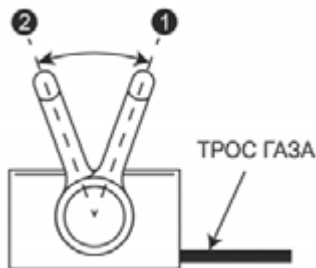

Рис. 13. Положения рычага газа
2. Переведите рычаг газа на 1/3 хода от положения 2 (холостые обороты) в сторону положения 1 (максимальные обороты) (Рис. 13).
6. Прогрейте двигатель. Прогрев двигателя занимает около минуты. После прогрева двигателя переведите рычаг газа в положение 1 максимальных оборотов (Рис. 13) и начните кошение.
2. Рычагом газа переведите двигатель в режим холостого хода (переведите рычаг газа в положение 2 (холостых оборотов) (Рис. 13)
В соответствии с разделом ЗАПУСК ДВИГАТЕЛЯ запустите двигатель и прогрейте его. После прогрева двигателя установите рычаг газа в положение 1 максимальных оборотов (Рис. 13) и начните движение, толкая газонокосилку вперед.